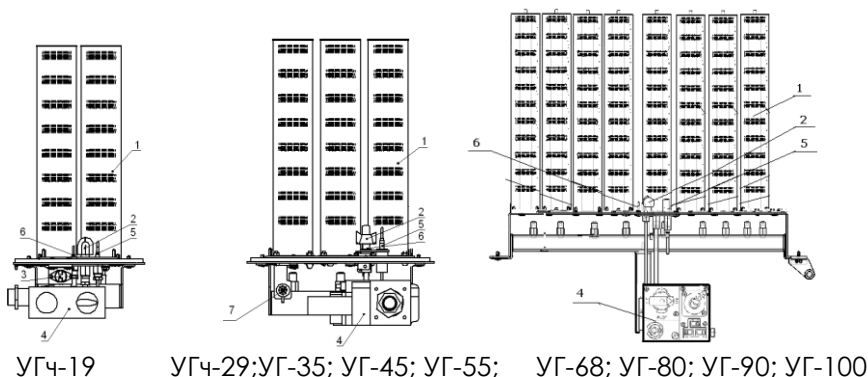

Рис.2 Газогорелочные устройства с автоматикой безопасности и регулирования HONEYWELL.
6.5.2 УГ-... (рис. 2) состоит из секций или газогорелочных труб POLIDORO 1, автоматики безопасности и регулирования температуры HONEYWELL, включающей в себя: пилотную (запальную) горелку 2 с термопарой 5, датчик тяги 3, клапан газовый 4 (HONEYWELL), электрод пьезорозжига 6, кнопку пьезорозжига 7.